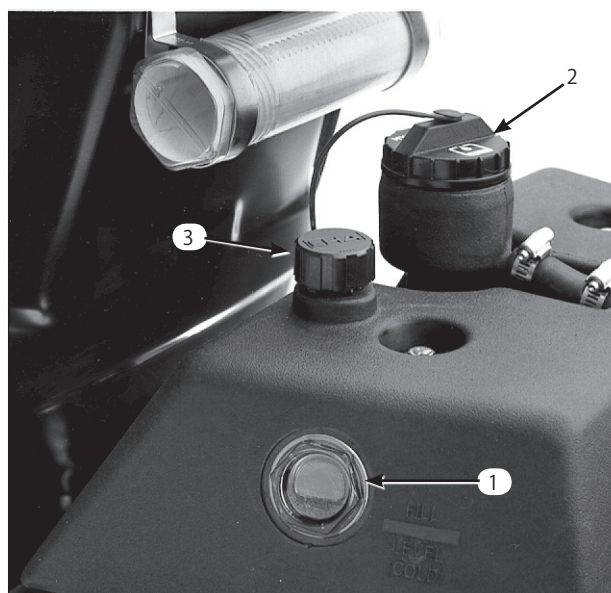

図16
1. 平らな場所に駐車する。エンジンもオイルも冷えていることを確認する。補助オイルタンクについているゲージ窓（図16）で点検を行う。ゲージ横のFULL マークまであれば適正である。